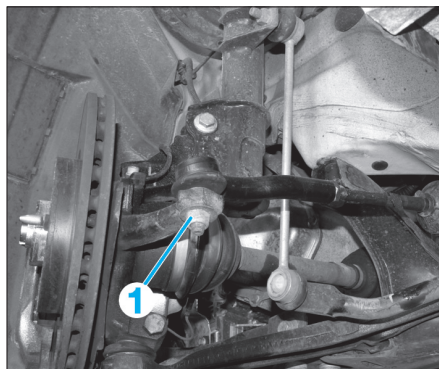

Fig. 11
- Desserrer le contre-écrou de réglage (flèche) (Fig.11).
- Déposer l'écrou de fixation (1) de la rotule du tirant de direction au pivot de roue.